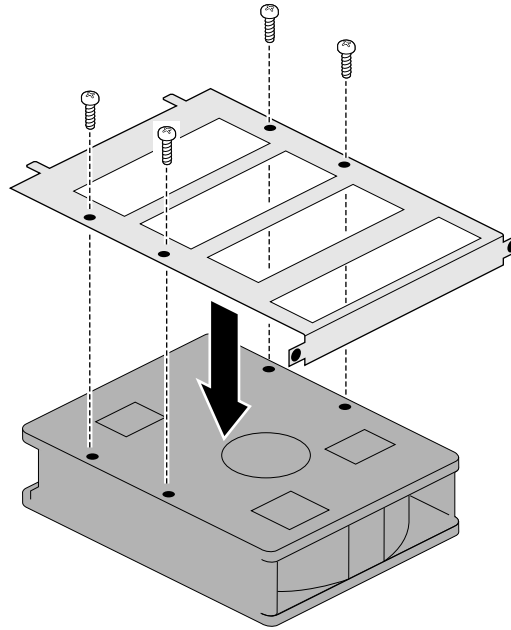

Abbildung 4-16 Befestigen der Laufwerkshalterung
6. Legen Sie die Festplatte mit der Unterseite nach oben auf eine trockene, saubere Unterlage, wie Ihren Schreibtisch. Siehe Abbildung 4-16.